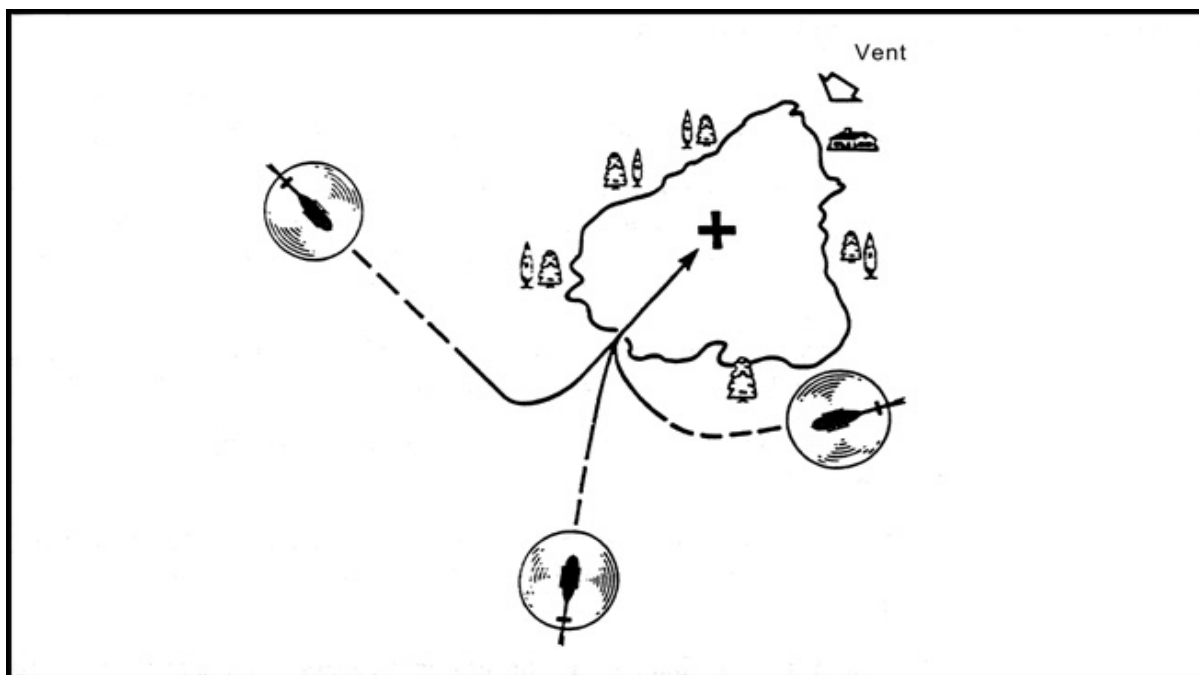

Figure 19-1 Approche d'atterrissage forcé
- 3) réglez vos commandes pour atteindre la zone choisie conformément aux procédures que vous avez apprises dans les leçons précédentes sur l'autorotation (Fig. 19-1);